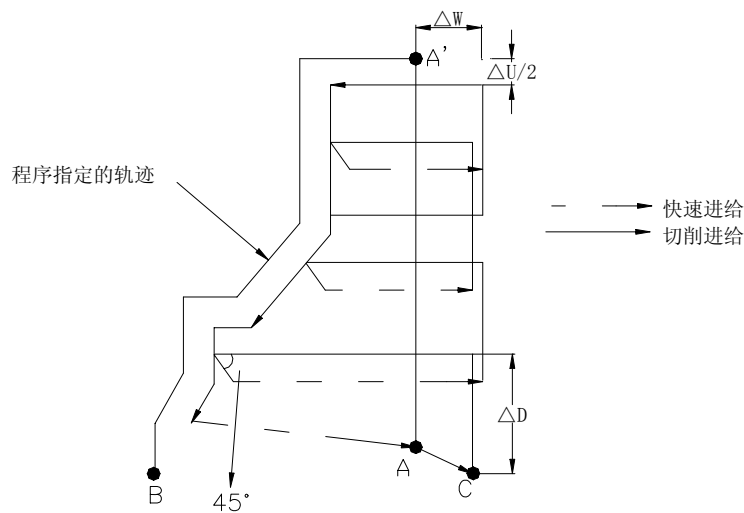

图 2-38 G71 指令运行轨迹
**指令功能：**系统根据NS~NF程序段给出工件精加工路线，吃刀量、进刀与退刀量等自动计算粗加工路线，如图2-38所示。用与Z轴平行的动作进行切削。对于非成型棒料可一次成型。